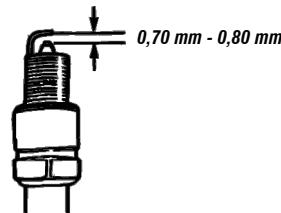

Fig. 27 – Distancia de la bujía
- g. Para un correcto funcionamiento, la distancia de la bujía debe estar entre 0,70 mm y 0,80 mm (fig. 27);